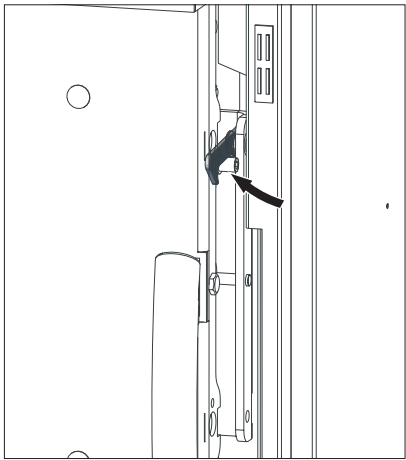

Fig. 18 Fülltür-Sperre öffnen
- ▶ Verkleidungstür öffnen. Gebläse läuft an. Fülltür (obere Tür) bis zum Anschlag der Sperre öffnen, Sperrhaken anheben – Fig. 18, **Fülltür ganz öffnen**.